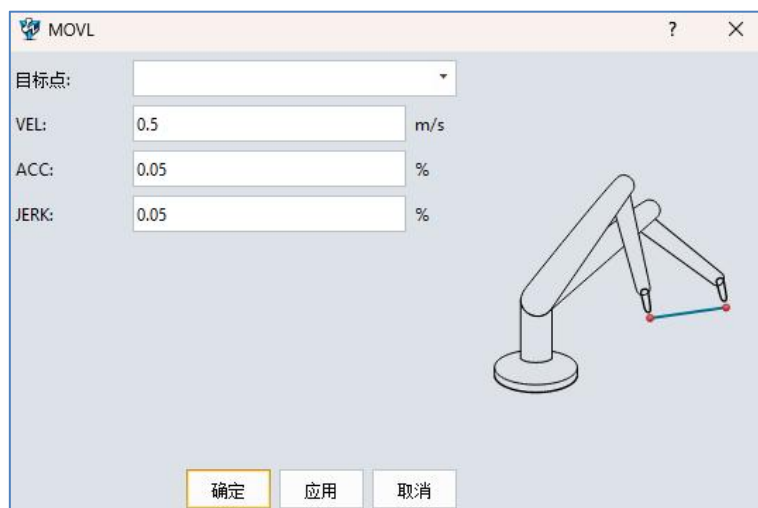

图 3-36:MOVL
- **说明:** VEL 的单位为 m/s; ACC 和 JERK 都使用百分比形式, 输入范围为正数。如果小于或等于 0, 将报告错误; (图 3-36)。